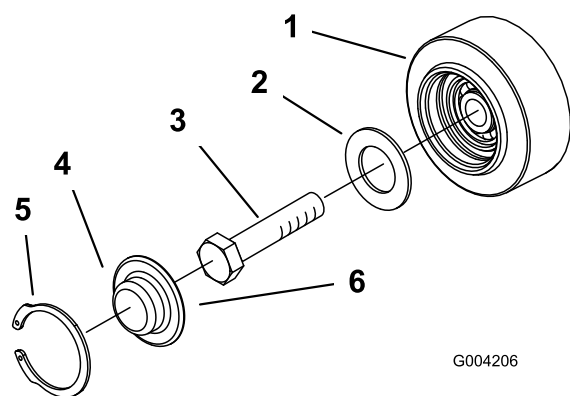

Figure 49
3. Déposez le circlip et le chapeau d'un galet de roulement (Figure 49).
3. Déposez le joint et le chapeau du galet de roulement (Figure 49).
4. Vérifiez la graisse sous le chapeau et autour du joint (Figure 49). Si elle est encrassée, granuleuse ou en quantité insuffisante, enlevez toute la graisse, remplacez le joint et ajoutez de la graisse neuve.